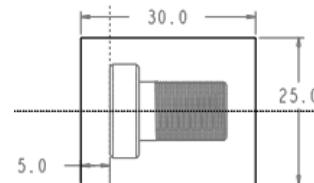

图 24.3 截面草图
(1) 选择命令。单击 **模具** 功能选项卡 **形状** ▾ **区域** 中的 **拉伸** 按钮。
(2) 创建实体拉伸特征。
① 定义草绘截面放置属性。在绘图区中右击，从系统弹出的快捷菜单中选择 **定义内部草绘...** 命令。选择 MOLD_RIGHT 基准平面作为草绘平面，草绘平面的参考平面为 MAIN_PARTING_PLN 基准平面，方位为 **上**，单击 **草绘** 按钮，至此系统进入截面草绘环境。
② 绘制截面草图。进入截面草绘环境后，选取 MOLD_FRONT 基准平面和 MAIN_PARTING_PLN 基准平面为草绘参考，截面草图如图 24.3 所示；单击“草绘”操控板中的“确定”按钮 。